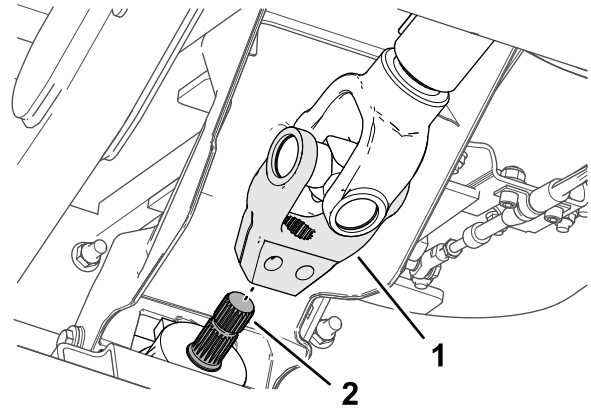

Figure 16
4. Alignez les cannelures de la chape de l'arbre d'entraînement et celles de l'arbre d'entrée de l'accessoire (Figure 16), puis glissez la chape sur l'arbre.